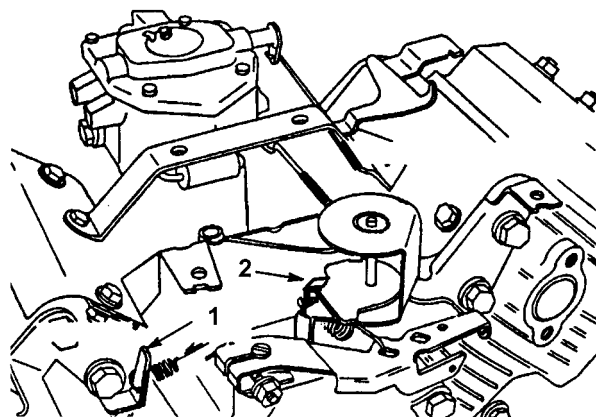

図 47
3. 調速アイドル・スプリング・アンカーの耳（図47）を曲げて 1450 ± 50 rpm に調整する。タコメータで確認のこと。
5. スロットルコントロールを FAST 位置とし、高速アイドル・スプリング・アンカー（図47）の耳を曲げて 2850 ± 50 rpm となるように調整する。